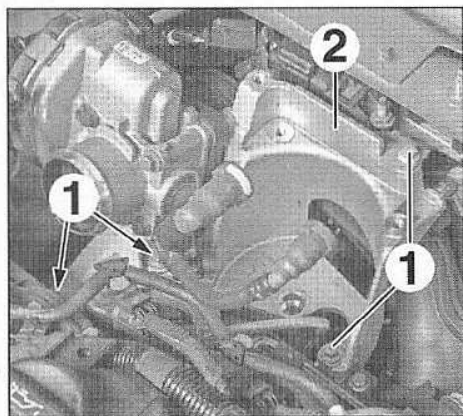
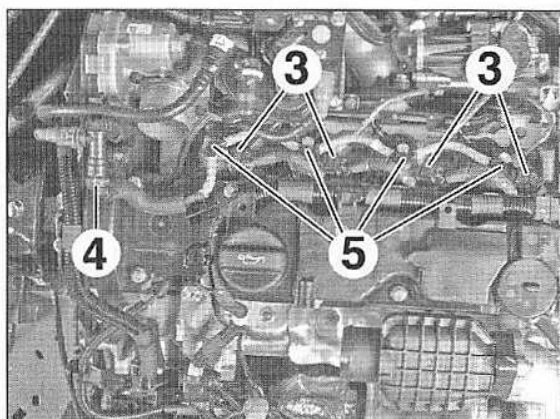
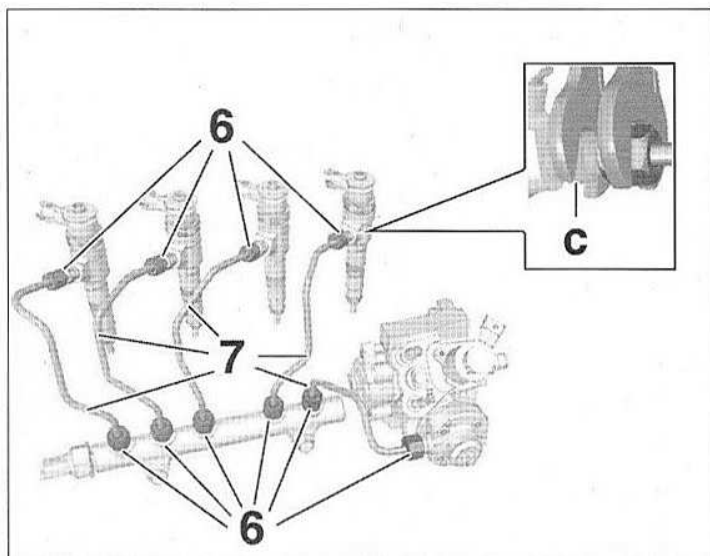

FIG.48
FIG.59
FIG.60
- Déposer (Fig.48) :
- les vis (1),
- le support du filtre à carburant (2).
- Débrancher (Fig.59) :
- les connecteurs (3),
- le raccord (4),
- les raccords (5) en appuyant en (a) tout en tirant simultanément en (b).
- Dévisser les raccords (6) (Fig.60).
- Mettre en place les canalisations haute pression (7) en serrant les raccords (6) à la main.
- Appliquer un contre-couple (c) pour serrer les raccords (6) (Fig.60).